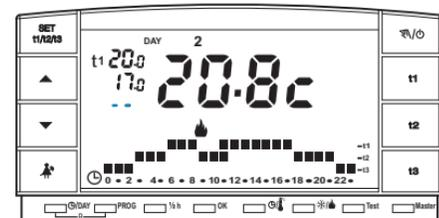

fig. 37
-  - En configurant la fonction sur **OFF** (Désactivée) sur la ligne de la température **t3** , deux tirets s'affichent (- -) (fig. 37).